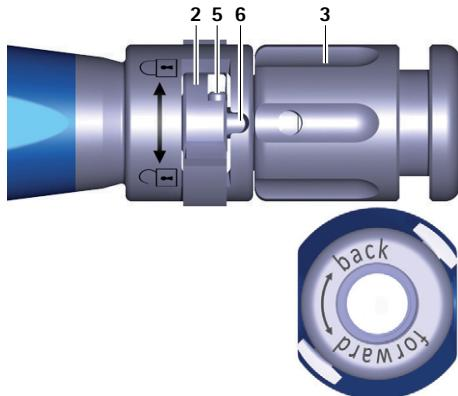

Fig. 1 Närbild av insättningsinstrumentet med öppen omkopplare
- ▶ Vrid vridmuttern **3** på insättningsinstrumentet **A** moturs (riktning "forward") så att stången **6** skjuts framåt, se Fig. 1.
- Vrid omkopplaren 2 åt vänster (riktning ⌂), se Fig. 1.
- ▶ Vrid omkopplaren **2** åt vänster (rikning \textcirclearrowleft), se Fig. 1.
- ▶ Kontrollera positionen för fastkoppling av insättningssinstrumentet A, se Fig. 1.
- ▶ Vrid omkopplaren 2 åt vänster (riktning ⌂), se Fig. 1.
- ▶ Vrid vridmuttern 3 moturs (riktning "forward") så att stången 6 skjuts framåt, se Fig. 1.